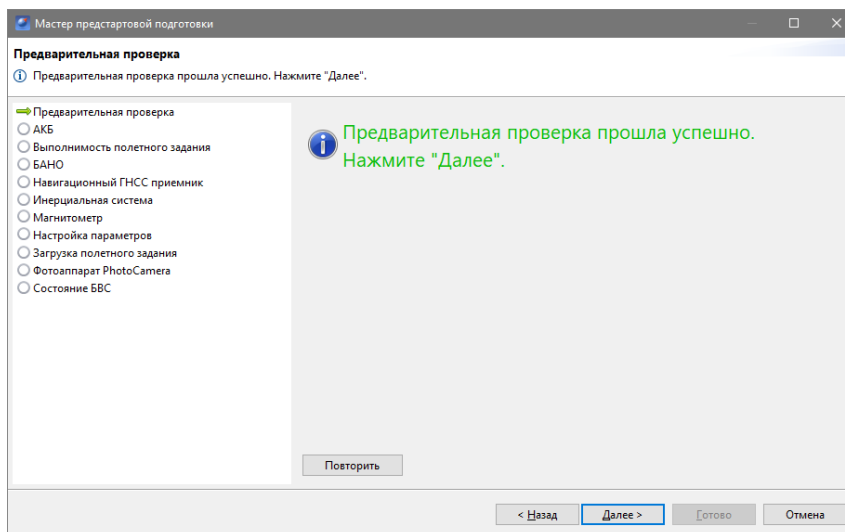

Рис. 100: Предварительная проверка
- **Предварительная проверка.** На данном этапе происходит запуск автопилота и его первичная проверка (рис. 100);